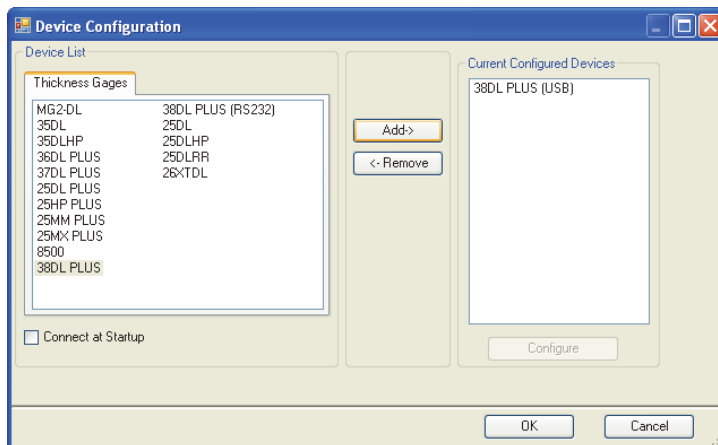

Figura 14-7 Caixa de diálogo Device Configuration
- b) Na caixa de diálogo **Device Configuration** (veja Figura 14-7 na página 274):
- (1) Em **Device List**, selecione 38DL PLUS, e então, clique em **Add**.